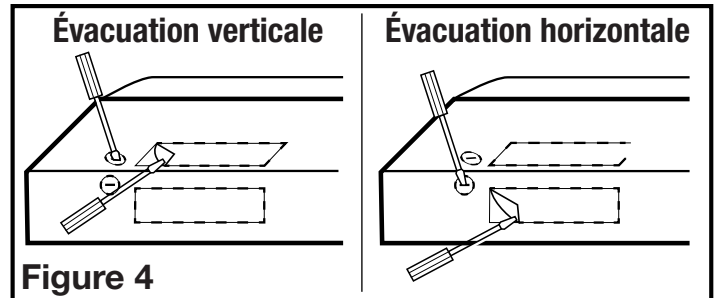

Figure 4
- Retirez la pièce rectangulaire défonçable. Pour ce faire, insérez un tournevis dans le pourtour et brisez les attaches qui le retiennent. Enlevez ensuite la pièce avec des pinces (**Figure 4**).
- Déterminez par où les fils entreraient dans la hotte et retirez l'entrée électrique défonçable appropriée. Pour ce faire, insérez un tournevis dans la fente et faites un mouvement de va-et-vient jusqu'à ce que la pièce se détache (**Figure 4**).